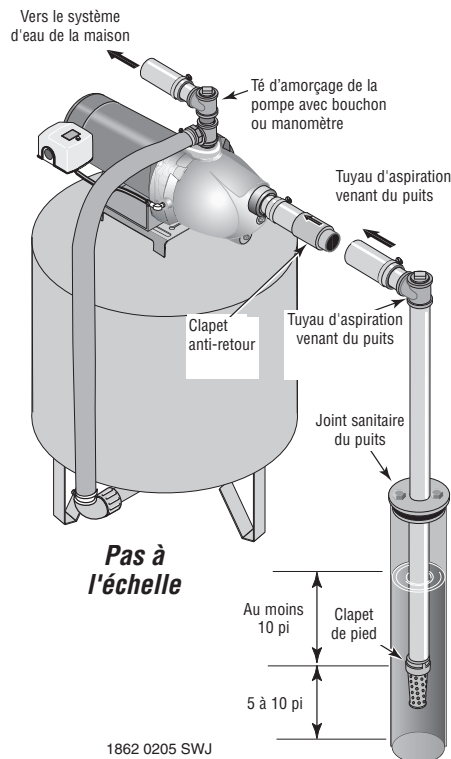

Figure 2 : Installation dans un puits à tubage
## INSTALLATION SUR UN PUIT À TUBAGE DE 2 POUCES DE DIAMÈTRE OU PLUS GRAND (voir la Figure 2)
- 2 ° Brancher le clapet de pied, la crépine et le tuyau du puits (voir la Figure 2). S'assurer que le clapet de pied fonctionne librement.
- 4 ° Poser le té d'amorçage, le bouchon d'amorçage et le tuyau d'aspiration sur la pompe (voir la Figure 2). Brancher le tuyau provenant du puits sur l'orifice d'aspiration de la pompe en utilisant le moins possible de raccords - en particulier des coudes - étant donné que les raccords augmentent le frottement de l'eau dans les tuyaux (il faut toutefois ajouter un clapet de pied — voir la Figure 2). Le diamètre du tuyau d'aspiration doit être au moins aussi grand que le diamètre de l'orifice d'aspiration de la pompe. Utiliser du ruban téflon ou de la pâte pour raccords filetés à base de téflon sur les raccords filetés. Supporter le tuyau de façon qu'il ne soit pas cintré afin qu'il n'exerce pas de contraintes sur le corps de la pompe; de plus, il doit être légèrement incliné vers le haut, du puits jusqu'à la pompe (les points hauts risquent de causer des poches et des bouchons d'air dans la pompe). Rendre étanches les raccords du tuyau d'aspiration avec du ruban téflon ou une pâte pour raccords filetés à base de téflon. Les raccords doivent être étanches à l'air et à l'eau. *Si le tuyau d'aspiration aspire de l'air, la pompe ne pompera pas l'eau du puits.*